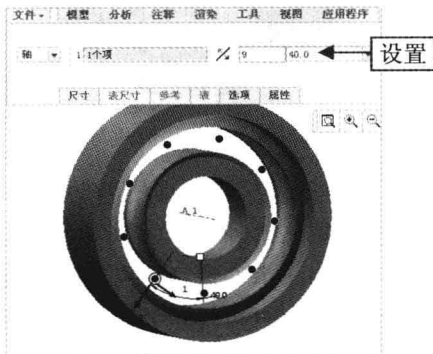

图 17-26 设置参数 1
Step 04 在“输入第一方向的阵列成员数”和“输入阵列成员间的角度”数值框中分别输入 9 和 40，按【Enter】键确认，如图 17-26 所示。